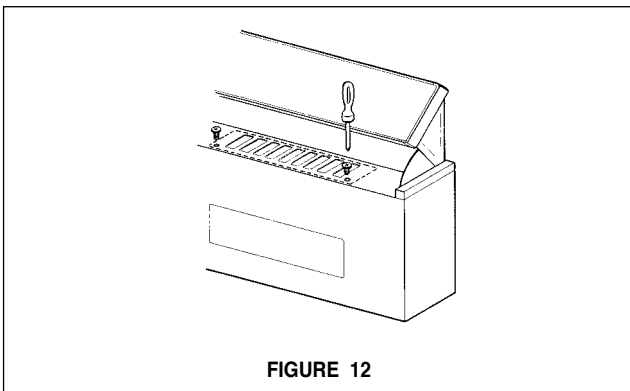

FIGURE 12
5. Fixer le couvercle derrière la grille d'évacuation à l'aide de deux vis argenté fournies avec la hotte. Voir la **FIGURE 12**.